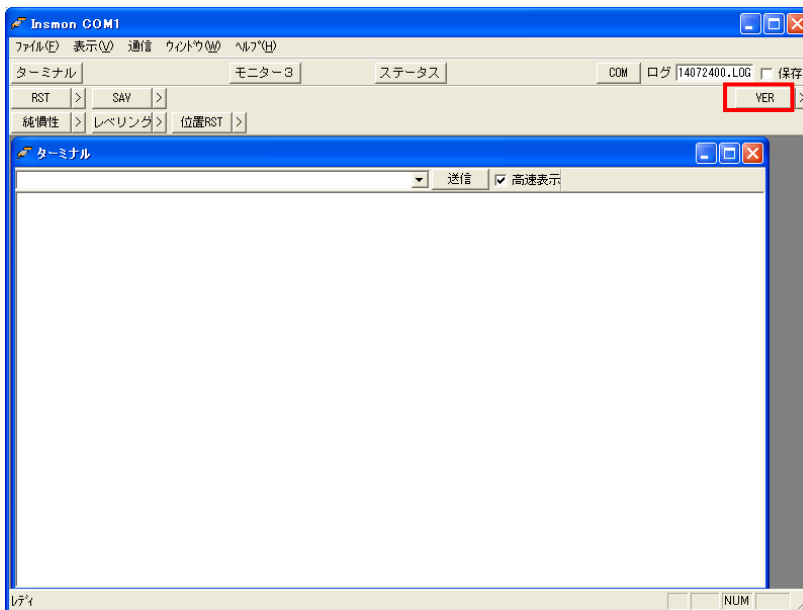

図 1. 起動後の画面
- (1)Insmon.exe を実行し、”InsMon”を起動してください。図 1 の画面が表示されます。
- (2)通信の確認を行うため、赤枠の VER ボタンを押してください。ターミナル画面に送信コマンドが緑字で表示されます。
- (3)正常に通信が出来ていれば、ターミナル部分にソフトウェアバージョンが青字で表示されます。応答が表示されない場合は、通信が確立できていません。
- (4)通信が確立できていない場合は、5.COM ポートの変更 を参照してください。